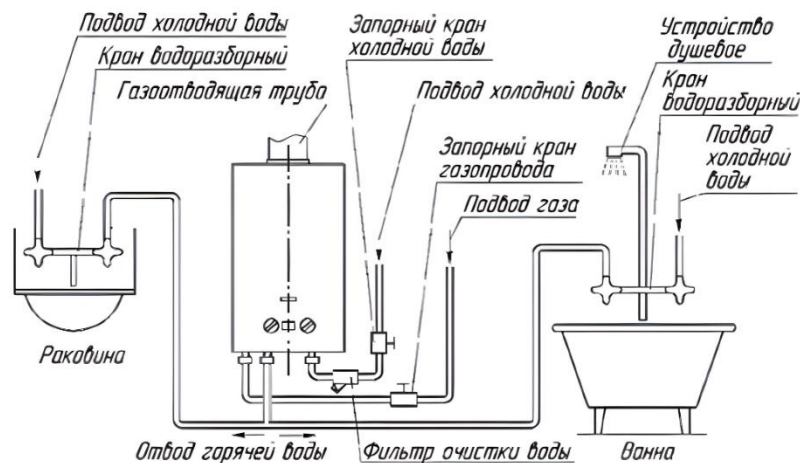

Рисунок 5. Схема установки аппарата
7.1.10. Схема установки (подключения) аппарата приведена на рис. 5. Рекомендуется сначала подключить аппарат к водопроводной сети, заполнить систему аппарата водой и затем подключить его к газовой сети.
7.3.1. Для увеличения срока службы аппарата и улучшения его эксплуатационных характеристик необходимо устанавливать перед аппаратом фильтр очистки воды (рис. 5).
7.3.2. Для облегчения последующего технического обслуживания необходимо установить перед аппаратом запорный кран на трубопроводе подвода холодной воды (рис. 5). Запорный кран должен быть легко доступен.